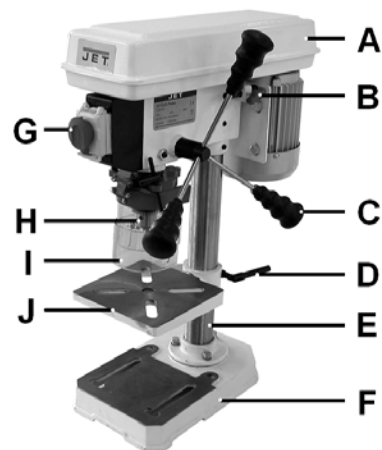

Рис.1
Установите стойку (В, Рис. 1) на цоколь станка (F).
Наденьте патрон (H, Рис. 1) на конус шпинделя.
Открутите крепление площадки мотора (В, Рис. 1).